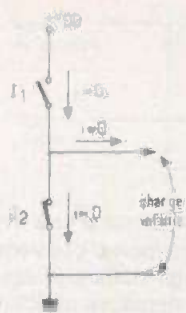
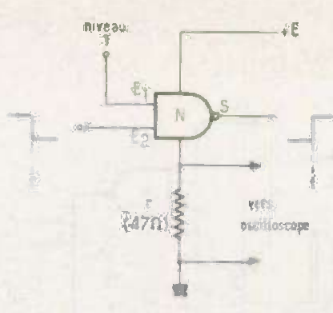
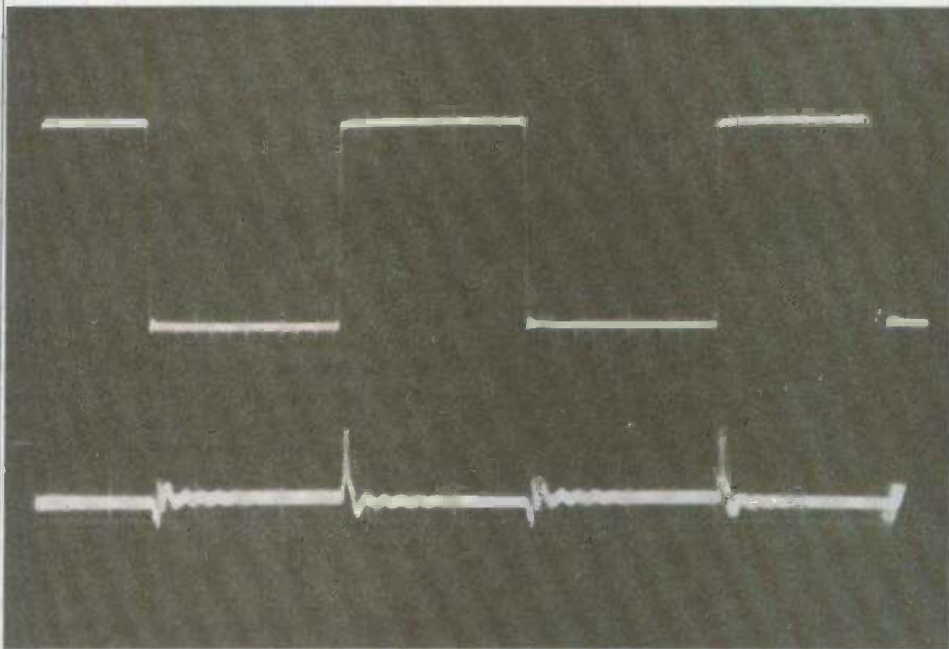

Fig. 1
Fig. 3
Fig. 4
Voyons maintenant les commutations confiées à un rotacteur trois voies/ quatre positions mono-bloc (forme potentiomètre). Tout d'abord le commun S_1 relié à la broche « 2 » du régulateur CI_2 , qui est mis à la masse en « a » (générateur 5 V) ou relié à P_2 en « b » (générateur 10 mA). Le commun S_2 aiguille en « C » la tension 5 V sur la douille banane « B », ou le courant constant en « d » sur la douille « A ». Enfin, le commun S_3 détermine le gain en tension de CI_1 , en « e » $g = 1$, en « f » $g = 100$ et 10 en « g ». (Voir figure 3).
La seule particularité et difficulté réside dans l'implantation directe du rotacteur K_1 avec ses douze bornes périphériques et ses trois bornes concentriques; il faudra donc un perçage précis de l'époxy. Pour mieux reconnaître les quatre bornes qui dépendent d'un commun, il suffit de se souvenir que celui-ci est situé « entre » les bornes des 2^e et 3^e positions (voir figure 3). Une chance que les deux marques les plus répandues « LORLIN » (plastique) et « A.B. » (métal) aient la même implantation ! Les modèles pour circuits imprimés sont difficiles à trouver et comme nous, vous devrez peut-être couper les cosses en pointe, afin qu'elles pénètrent dans le module percé à $\varnothing 1,3$ mm. Le repérage n'a aucune importance puisque les trois positions possibles sont équivalentes.
- Si la sortie se trouve à l'état 1, l'interrupteur I_1 est fermé, mais I_2 est ouvert. Comme aucun courant ne circule à travers la charge supposée infinie non plus qu'à travers la porte puisque I_2 s'y oppose (fig. 1), l'alimentation ne débite donc pas, et la consommation est rigoureusement nulle.
Au moment de la commutation, et pendant un très court instant, les deux « interrupteurs » des figures 1 et 2, se trouvent simultanément fermés : il passe donc, à cet instant, une brève pointe de courant, qu'on peut mettre en évidence grâce au montage de la figure 3, appliqué à une porte NAND d'un circuit 4011. Au moment où bascule le niveau de l'entrée E_2 , donc celui de la sortie S , la pointe de courant traverse la faible résistance r , et y crée une chute de tension qu'on peut observer à l'oscilloscope. C'est ce qu'illustre l'oscillogramme de la figure 4, où la trace supérieure repré-
Naturellement, il n'existe pas toujours une relation de phase particulière entre les tensions des entrées E_1 et E_2 , comme nous l'avons supposé dans la figure 4, et